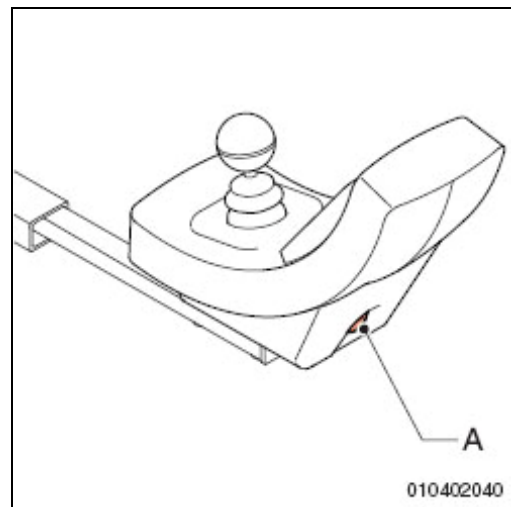

Bild 5.1
2. Sätt sladden till batteriladdaren i uppladdningsanslutningen (A på bild 5.1 och 5.2).